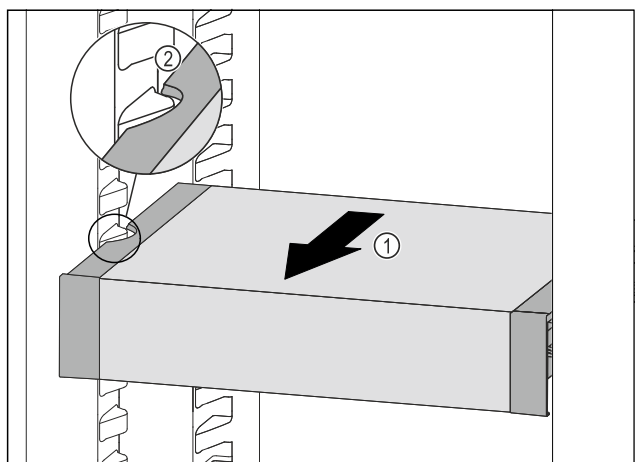

Fig. 200
- Táhněte VarioSafe dopředu Fig. 200 (1), dokud nebudou boční vybrání VarioSafe na úrovni žebrování na nádoby v chladničce. Fig. 200 (2)